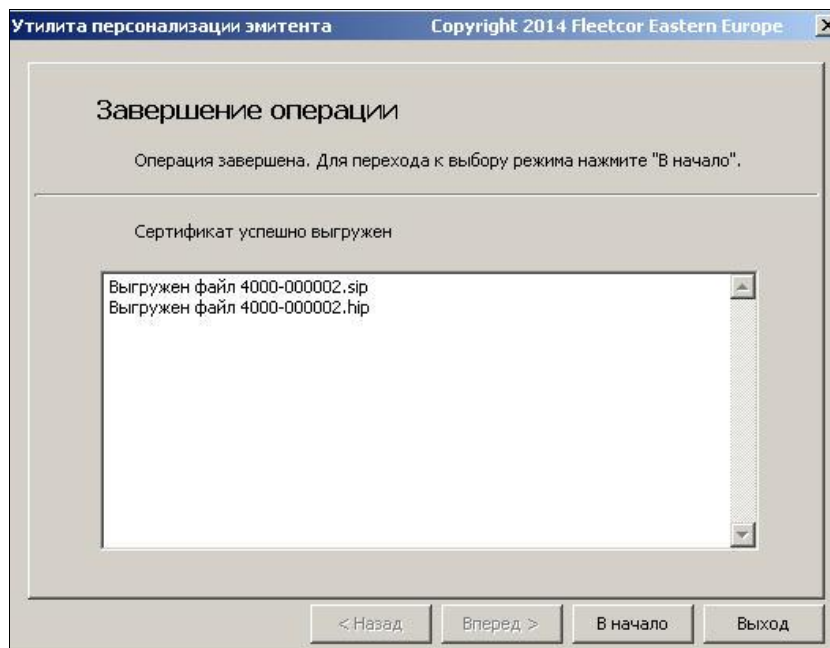

Рис. 4. Окно завершения операции выгрузки сертификата
5. Выберите нужный запрос и нажмите на кнопку **Вперед**. Откроется окно завершения операции (см. Рис. 4).